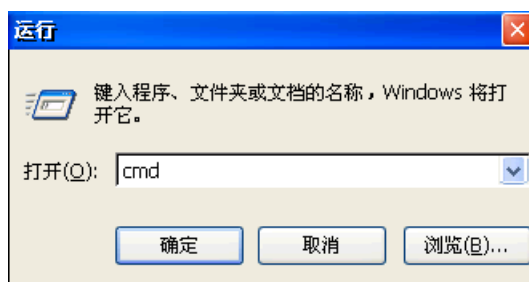

图 2.16 “运行”对话框
4. 在 Windows CE 中，点击菜单“开始”→“运行(R)...”，弹出如图 2.16 所示的对话框。
5. 在图 2.16 所示的对话框“打开(O):”编辑框中输入 cmd，然后按“确定”按钮。弹出如图 2.17 所示的命令行窗口，在命令行提示符后输入“ping 192.168.0.16”，如果出现图中所示的回复，那么说明 MagicARM2410 与 PC 机之间的以太网通信成功。